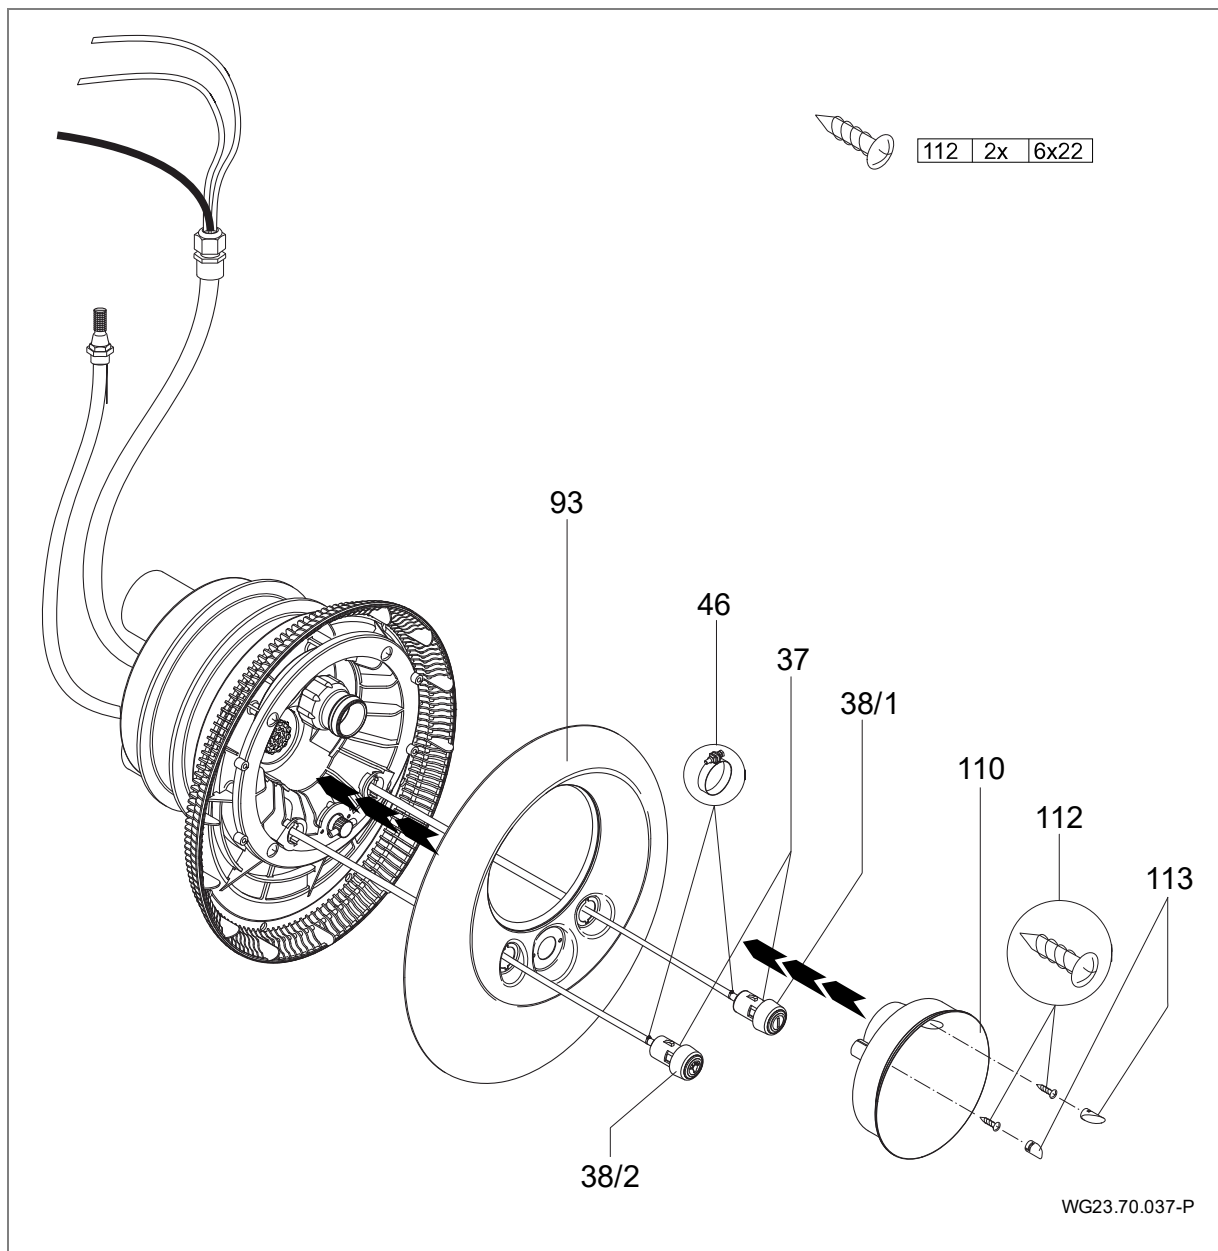

Рис. 19
7. Шланги пневмосистемы продеть в отверстия стальной диафрагмы (93); освещение ВКЛ/ВЫКЛ слева; насос ВКЛ/ВЫКЛ справа; и зафиксировать на соответствующих выключателях с помощью зажимов (46). (Рис. 19)